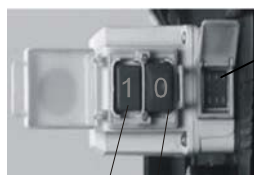

Рисунок 9
Включается станок с помощью нажатия зелёной кнопки (1), а выключается нажатием красной кнопки (0) см. рис. 9.